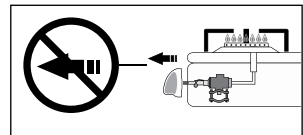

Figura 48
- No hale las perillas, porque el cono interno podría desacomodarse y originar fugas de gas (Ver figura 48).